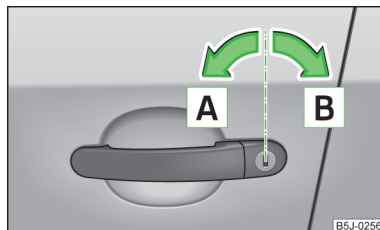

Abb. 14
- Den Schlüssel im Schließzylinder der Fahrertür in die Fahrtrichtung (Entriegelungsstellung) **A** drehen » Abb. 14.
- Den Schlüssel im Schließzylinder der Fahrertür entgegen der Fahrtrichtung (Verriegelungsstellung) **B** drehen » Abb. 14 auf Seite 34.